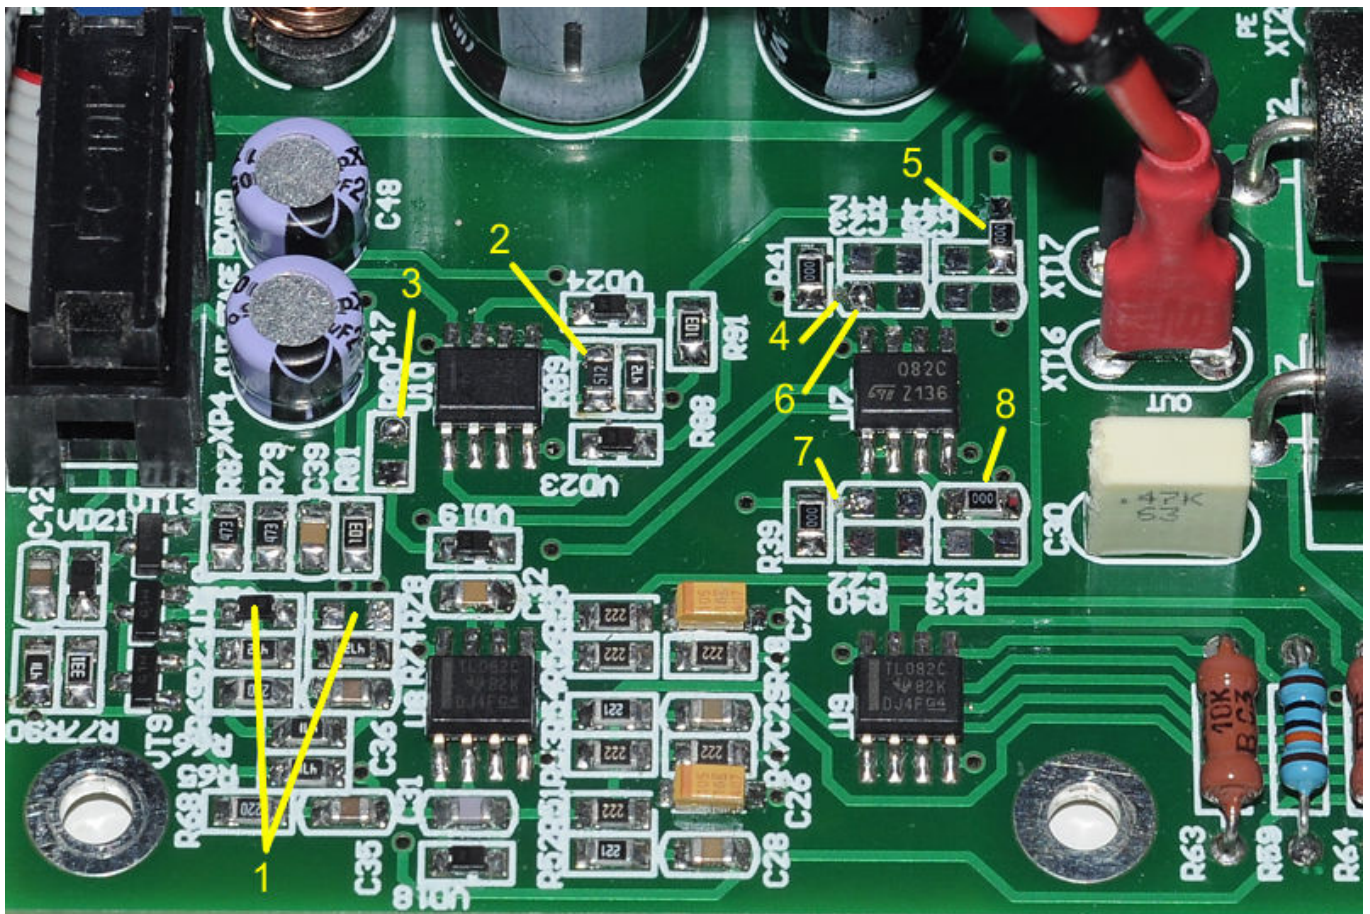
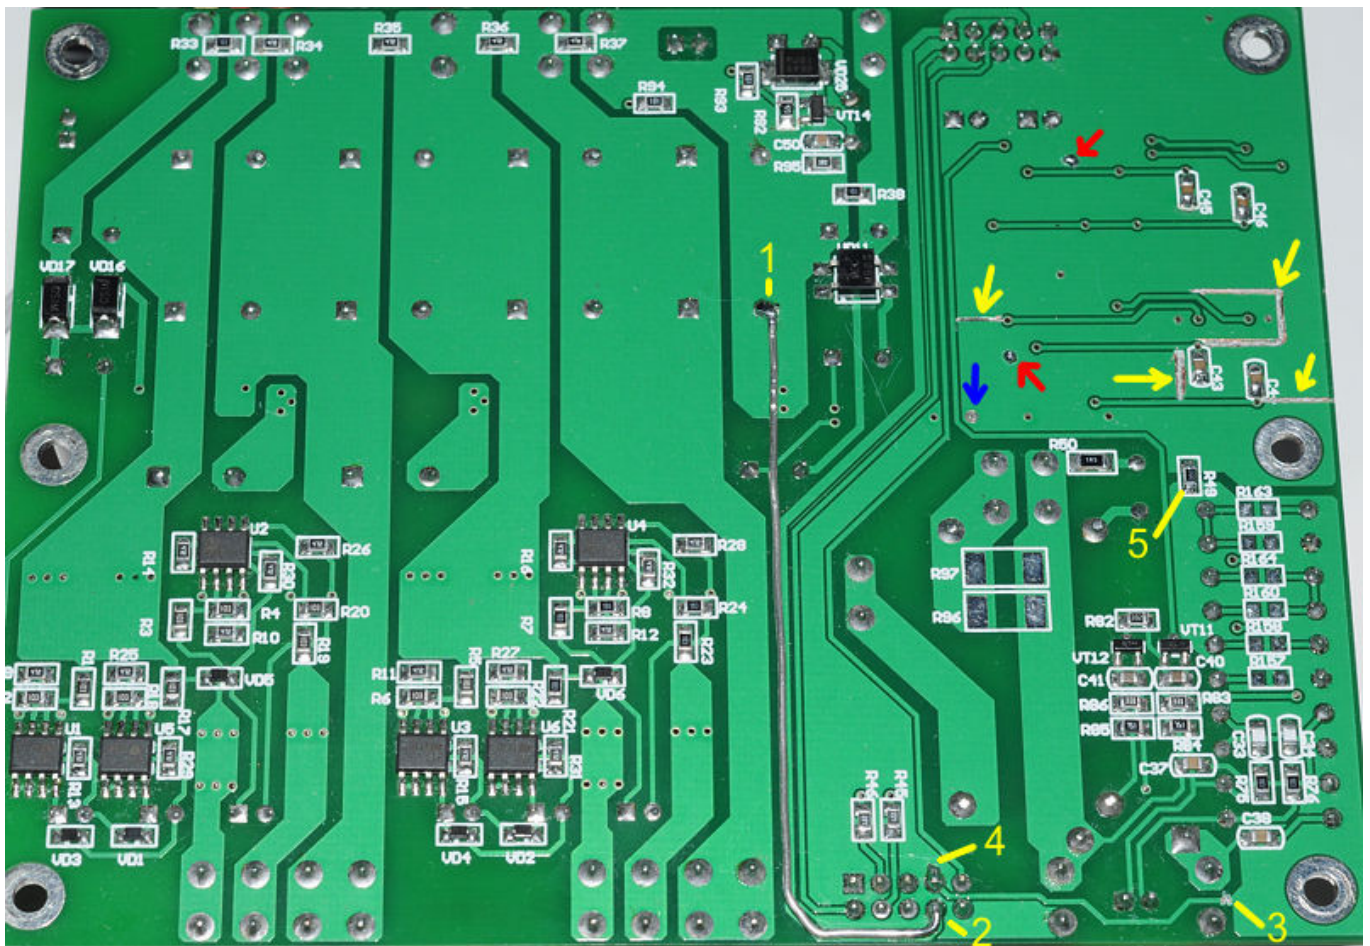

Рис. 4.
Рис. 5.
6. Удалить компоненты VD20, R78 (номер 1 на рис. 4). Достаточно удалить один из компонентов, диод я не удалял. В принципе, они не очень и мешают, но и пользы особой нет. Компоненты вводились для уменьшения выброса вниз, который наблюдался при резком уменьшении напряжения при некоторых значениях емкости нагрузки. Но выброс совсем небольшой (порядка 100 мВ), смысла бороться нет.
7. Заменить R89 на плате power на 5.1 кОм для правильного детектирования состояния втекающего выходного тока (номер 2 на рис. 4). Тут получились разногласия с симулятором, он слишком оптимистично оценивает максимальный размах напряжения на выходе ОУ.
8. Для детектирования состояния Unregulated вход компаратора U10 (LM358) нужно отключить от выхода усилителя ошибки тока – удалить R80 (номер 3 на рис. 4). На площадке R80 сверлится отверстие, сквозь которое паяется перемычка, соединяющая вывод 2 U10 с полигоном GNDA. Доработка не обязательная, с ней БП будет сигнализировать о ситуации, когда не в состоянии поддерживать напряжение на выходе (например, из-за просадки сети).
достаточно пассивной RC-цепочки, которая присутствует. Переделок требуется много: запаять перемычки обхода фильтров R39 и R41, предусмотренные на разводке; проводники, идущие от этих перемычек на выводы 1 и 7 U7, нужно обрезать (номер 4 и 7 на рис. 4); элементы фильтров R40, R42, R43, R44, C22, C23, C24, C25 нужно удалить; вывод 5 U7 соединить перемычкой с широкой дорожкой (номер 5 на рис. 4); переходное отверстие, на котором окажется вывод перемычки, раззенковать с обратной стороны платы (синяя стрелка на рис. 5); на площадке C23 просверлить отверстие, сквозь которое перемычка соединит вывод 7 U7 с полигоном на той стороне платы (номер 6 на рис. 4); установить перемычку с вывода 5 U7 на COM (номер 8 на рис. 4). На обратной стороне платы нужно разрезать проводник COM (номер 3 на рис. 5); соединить контакт 7 разъема с полигоном (номер 4 на рис. 5); установить вместо резистора R49 перемычку (номер 5 на рис. 5); разрезать полигон AGND так, чтобы C26, C27 оказались подключенными к COM, в то время как C43, C44 должны остаться на AGND (желтые стрелки на рис. 5). Красными стрелками на рис. 5 показаны места пайки перемычек через проделанные отверстия в плате.
10. Для уменьшения помех от динамической индикации до уровня шумов можно добавить перемычку из медного провода диаметром 0.8 мм между контактом 8 разъема (GNDD) и отрицательным выводом конденсатора C18 (точки 1 и 2 на рис. 5).